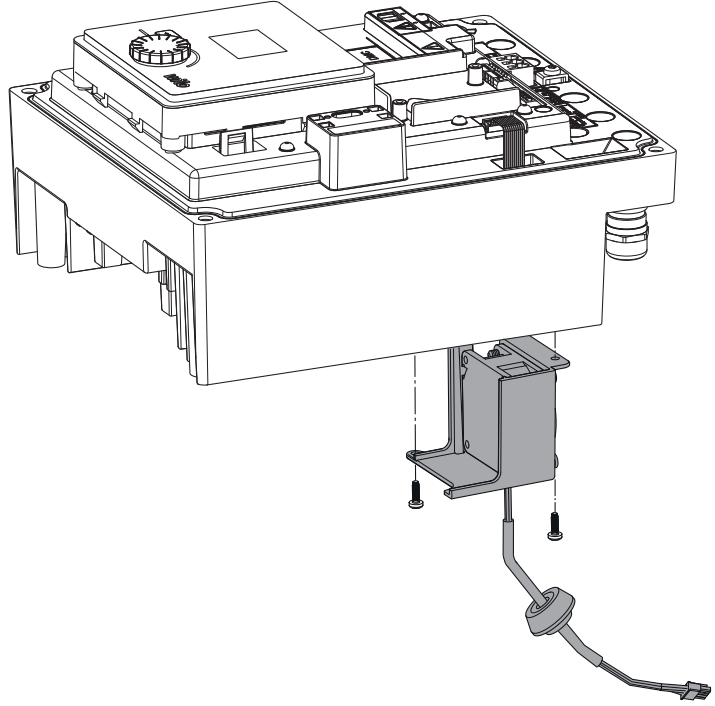

Fig. 45: Modül fanını kablo ve lastik conta ile birlikte çıkarın
- Elektronik modül kapağını açın. (Fig. 45).